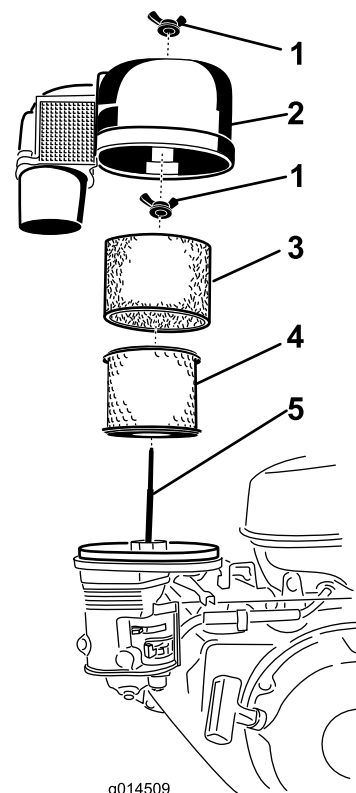

Figura 14
3. Rimuovete il dado ad alette e sollevate il coperchio del filtro dell'aria con la carenatura del filtro dell'aria (Figura 14).
4. Rimuovete l'elemento in schiuma (Figura 14).
5. Rimuovete il dado ad alette sulla parte superiore dell'elemento di carta e rimuovete l'elemento di carta (Figura 14).
1. Pulite l'elemento di carta picchiettandolo delicatamente per rimuovere la polvere. Se risulta molto sporco, sostituite l'elemento di carta (Figura 14).